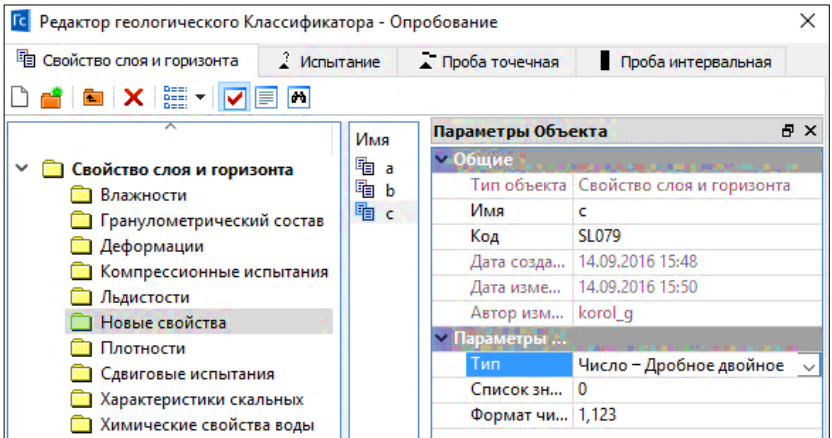

Рис. 10.3
9. При помощи кнопки  главного меню вызовите **Редактор геологического классификатора**. Создайте новую папку  и три произвольных свойства  а, b, с (Тип – число). Рисунок 10.3.